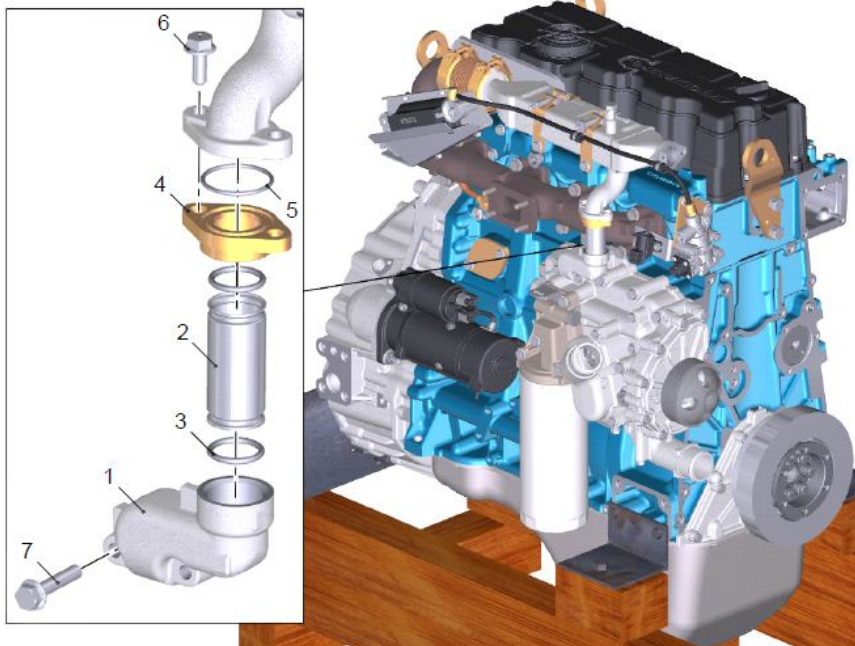
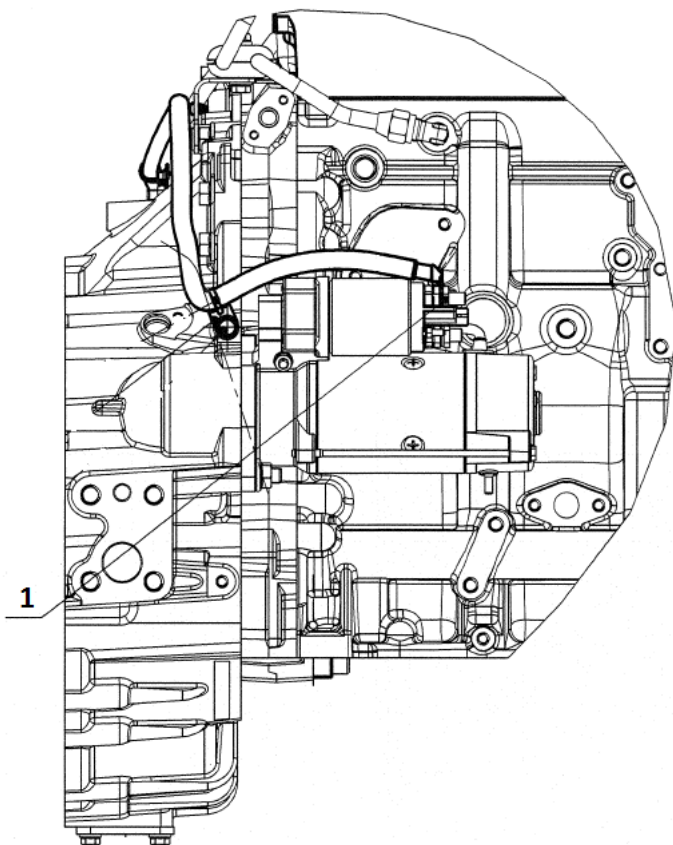

Рис.4
Рис. 11.
1. Снять патрубок отводящий (1) рис. 4 охлаждающей жидкости, трубу соединительную (2), с 2 уплотнительными кольцами (3), фланец соединительный (4) с уплотнительным кольцом (5), отвернув 2 болта (6) М8-6gx16-8.8 и 2 болта (7) М8-6gx40-8.8 ключом S13.
3. Отвернуть гайку (1) рис. 11 крепления провода «стартер-генератор» от стартера. Снять провод «стартер-генератор».
1. Установить провод «стартер-генератор», затянув гайку крепления провода «стартер-генератор» к стартеру рис. 11 моментом от 13 до 15 Н м (от 1,3 до 1,5 кгс м) и гайку крепления провода «стартер-генератор» к генератору рис. 4 с моментом от 9 до 13 Н м (0,9 до 1,3 кгс м).